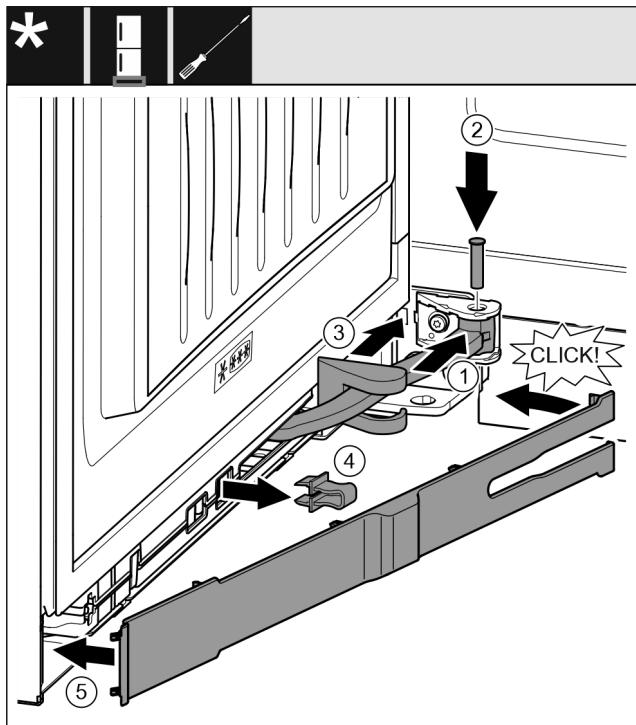

Fig. 46
- ▶ 将铰链旋转至悬挂装置。Fig. 46 (1)
- ▶ 用 T15 螺丝刀将螺栓插入悬挂装置和铰链。同时注意止动凸轮需正确地位于凹槽中。Fig. 46 (2)
- ▶ 沿着铰链推动托架盖，并将其安装到悬挂装置上。Fig. 46 (3)
- ▶ 取下保险装置。Fig. 46 (4)
- ▶ 将隔板放上并转入把手侧。Fig. 46 (5)